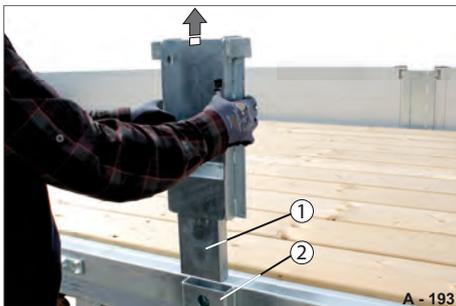

Abb. 134 Mittelrunge entfernen
► Mittelrunge (Abb. 134/1) aus der Rungentasche (Abb. 134/2) herausziehen.